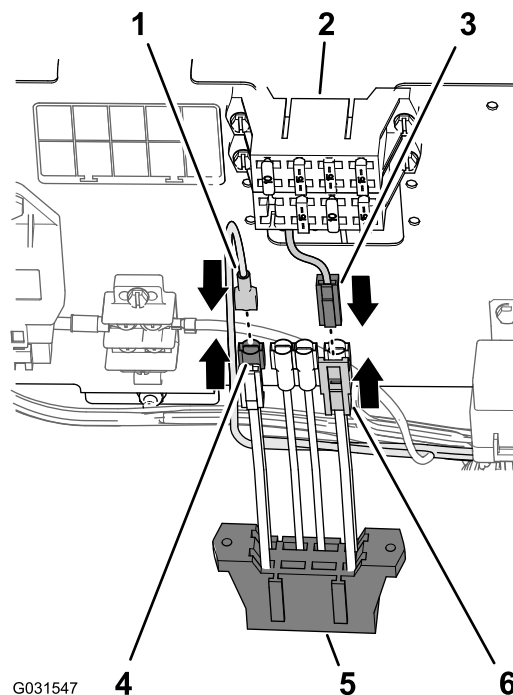

Рисунок 204
1. Подсоедините разъем с плоскими контактами жгута проводов доводочного комплекта к гнездовому разъему вспомогательного блока предохранителей (Рисунок 204).
2. Вставьте 2-штыревой разъем проводов питания вспомогательного оборудования блока предохранителей машины в 2-гнездовой разъем проводов питания вспомогательного блока предохранителей (Рисунок 204).